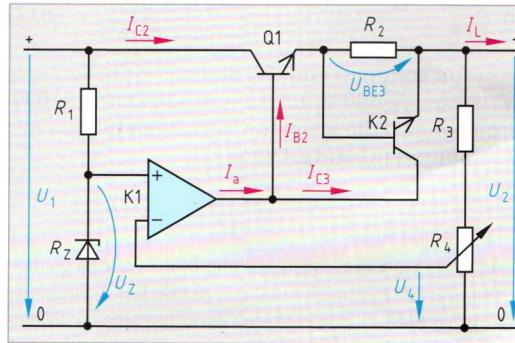

Bild 2: Stabilisierung mit Regelkreis
- Die Ausgangsspannung  $U_2$  der Stabilisierungsschaltung mit Regelkreis Bild 2 ist mit dem Spannungsteiler  $R_3, R_4$  etwa zwischen der Z-Spannung von  $R_Z$  und der Eingangsspannung einstellbar. In einem Falle ist die Ausgangsspannung 10 V bei 200 mA Laststrom. Der differenzielle Ausgangswiderstand beträgt 50 mΩ. a) Welchen Glättungsfaktor hat die Schaltung, wenn die Ausgangsspannung um 0,03 V zunimmt, weil die Eingangsspannung um 5 V erhöht wird? b) Welche Leistung erhält Q1? (Sein Kollektorstrom ist etwa gleich dem Laststrom.)
- Von einer Stabilisierungsschaltung mit Regelkreis (Bild 2) gibt der Hersteller an:  $U_2$  einstellbar von 6 V bis 24 V, größter Laststrom 250 mA, Glättungsfaktor 200, differenzieller Ausgangswiderstand 30 mΩ. Berechnen Sie a) Ausgangsspannungsänderung für 2 V Eingangsspannungsänderung, b) Leistung in Q1 im ungünstigsten Belastungsfall bei  $U_1 = 25 \text{ V}$  (der Laststrom ist etwa gleich dem Kollektorstrom von Q1), c) Ausgangsspannungsänderung für 150 mA Laststromzunahme bei konstant bleibender Eingangsspannung.